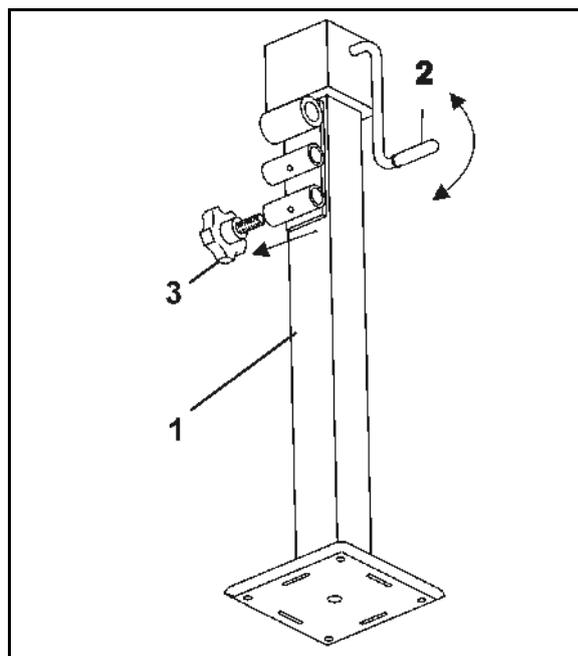

Fig. 28
- Stützfuß abgesenkt bei abgekuppelter Maschine. **Stützfuß (Fig. 28/1) anheben:**
1. Mit der Kurbel (Fig. 28/2) Stützfuß hochkurbeln.
2. Bolzen (Fig. 28/3) ziehen.
Stützfuß (Fig. 28/1) absenken:
1. Bolzen (Fig. 28/3) ziehen.
3. Mit der Kurbel (Fig. 28/2) Stützfuß herunter kurbeln.